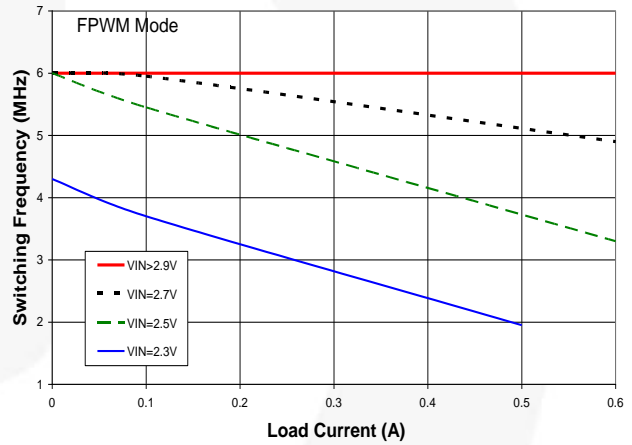
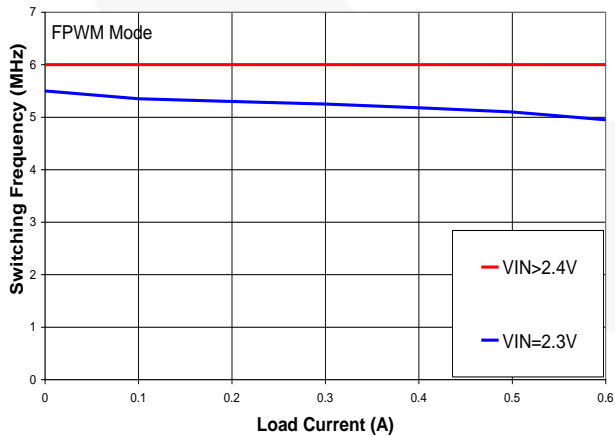

图 14. 降低开关频率的 $t_{OFF(OIN)}$ 效应
图 15. 降低开关频率的 $t_{OFF(OIN)}$ 效应
- 受限于 t_{OFF} 最小值（参见图图 14和图 15 的典型操作性能）。
若稳压器无法在 3MHz 时提供足够大的占空比来进行调节，则开关频率将跌落。在高负载电流条件下，如果 V_{OUT} 大于或等于 1.82 V，且 V_{IN} 低于 2.9 V，就会发生这种情况（参见图 15）。